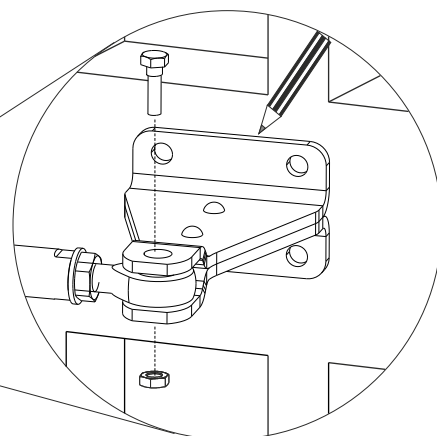

Fig. 16
- 3) Marcar la posición del soporte delantero (Fig. 16)